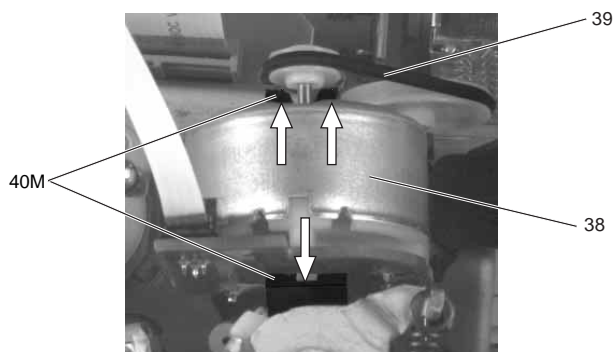

Fig. 15
- Antriebsriemen (Pos. 39) entfernen (Fig. 15) und den Stecker des Fädelmotors abziehen.
- Motorhalter (Pos. 40M) in Pfeilrichtung drücken und Fädelmotor (Pos. 38) aus dem Motorhalter nehmen (Fig. 15).
- Remove the drive belt (Pos. 39, Fig. 15) and unplug the connector from the threading motor.
- Press the motor support (Pos. 40M) in the direction of the arrow and take the threading motor (Pos. 38) out of the motor support (Fig. 15).